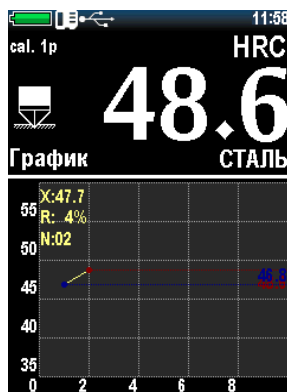

Рисунок 2.10 – Дисплей после замера
9. На дисплее отображается значение твердости (рис. 2.10). Результат измерения отображается на дисплее до следующего измерения.